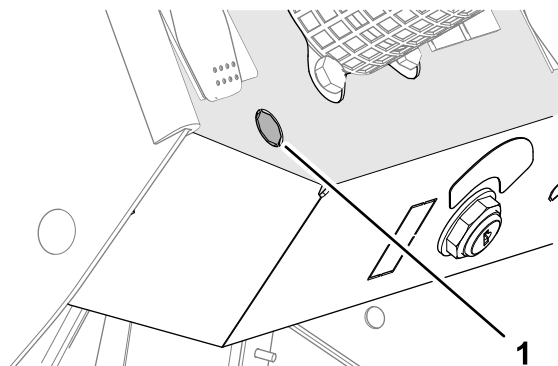

Figure 7
1. Enlevez l'obturateur défonçable sur la planche de bord (Figure 7).